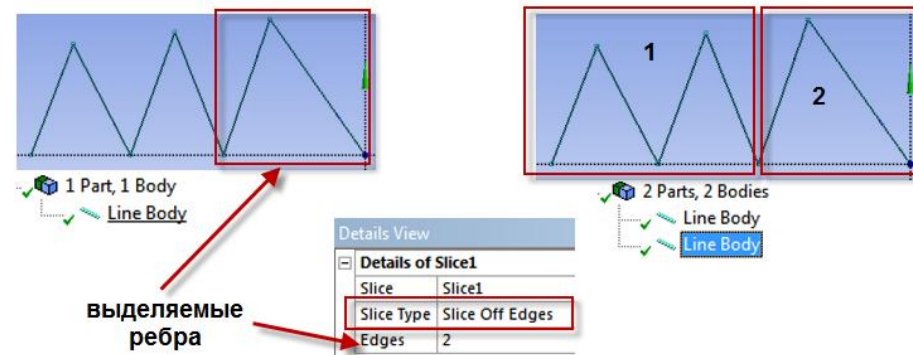

Рис. 3.42
– *Slice Off Edges* – разделение по ребрам. Данный режим аналогичен режиму *Slice Off Faces* и применяется для разделения одномерных объектов (*Line body*). Такое разделение одномерных объектов дает возможность задавать им различные поперечные сечения (*Cross Section*). Отделяемые ребра нужно указать в параметре *Edges*. Пример использования команды *Slice* в данном режиме показан на рис. 3.42.